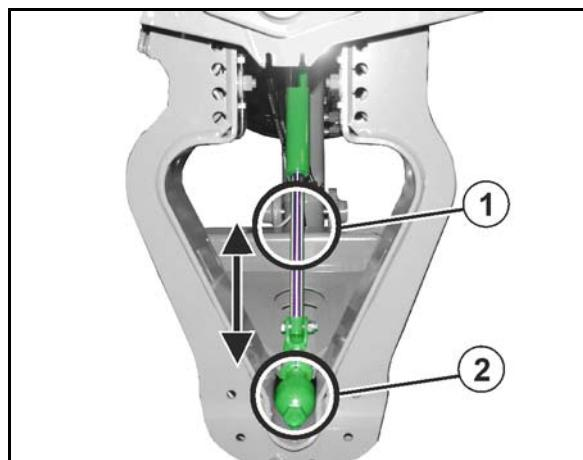

Рис. 97
### Разблокировка компенсатора колебаний (Рис. 97/1):
- Компенсатор колебаний (Рис. 97/1) раз-
### Блокировка компенсатора колебаний (Рис. 97/2):
- Компенсатор колебаний (Рис. 97/2) заблокирован, если на